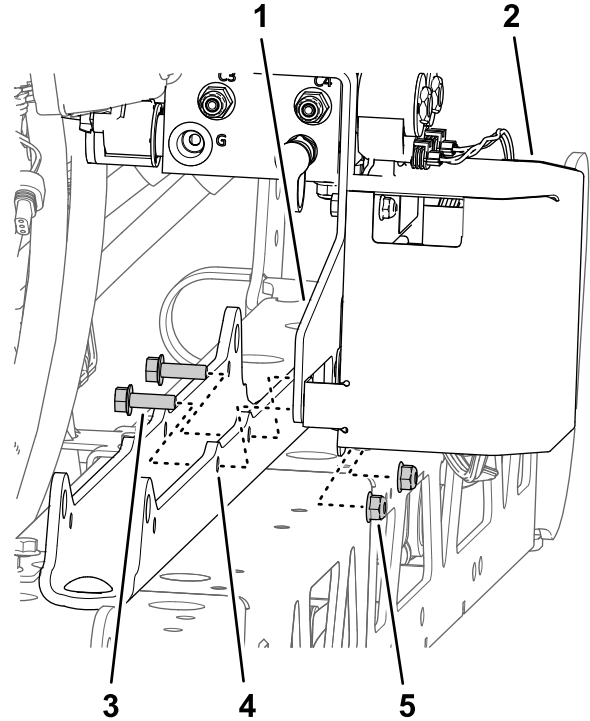

Figura 97
- B. Montate la staffa di supporto e la staffa del TEC sul supporto del cilindro (Figura 97) con i 2 bulloni a testa flangiata (5/16" x 1") e il dado di bloccaggio flangiato (5/16 poll.) che avete rimosso al passaggio 1 di Rimozione del collettore di sollevamento delle sezioni dalla sezione di irradiazione centrale \(pagina 26\).